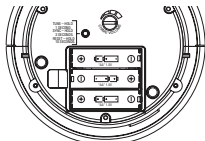

Figure 4
- Installez six piles alcalines « AA » (non fournies) dans le carillon. Assurez-vous que les piles sont insérées conformément au diagramme situé à l'intérieur du carillon (voir la Figure 4).